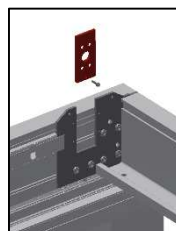

Abbildung 74
- » Motorlagerhalter (33) in Endkappe Stirnprofil einschieben und mit Bohrschraube (6/vorbohren) sichern (Abbildung 74)